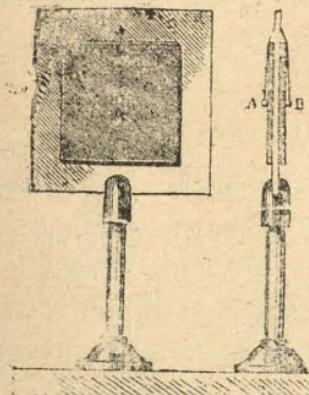

Fig. 173.—Condensador de lámina de vidrio.
**3. Condensador de lámina de vidrio.**—El *condensador de lámina de vidrio* es un condensador de platillos en algo modificado. Para construirlo (fig. 173), se toma una lá-